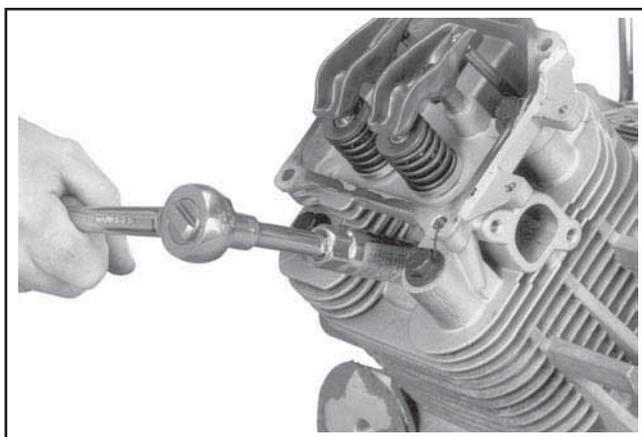

Figure 11-48. Installation des bougies.
3. Monter de nouveaux bouchons et les serrer à **24,4-29,8 N·m (18-22 pieds lb)**. Voir la Figure 11-48.